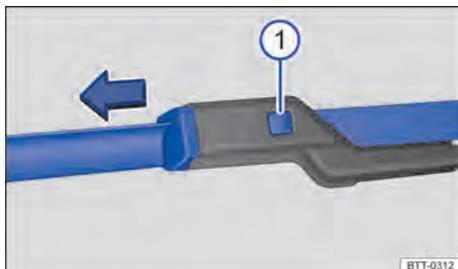

Fig. 133 Sustituir las escobillas limpiaparabrisas.
- Mantener la tecla de desbloqueo → fig. 133 ⓘ presionada y, al mismo tiempo, retirar la escobilla del limpiaparabrisas en el sentido de la flecha.